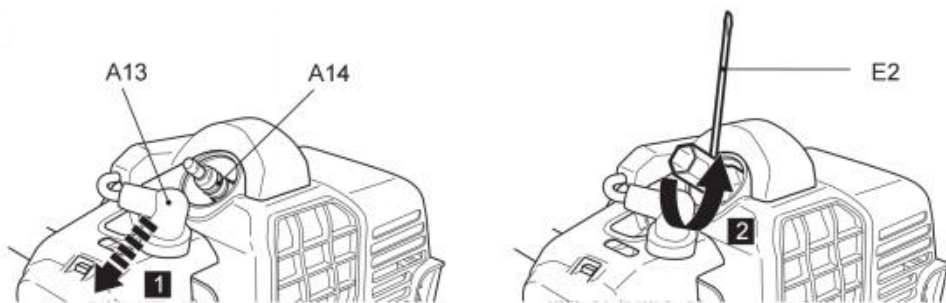

Fig. 78
2. Poluzuj świecę zapłonową (A14) w kierunku przeciwnym do ruchu wskazówek zegara za pomocą narzędzia wielofunkcyjnego (E2) i ostrożnie ją wyjmij (Rys. 78).